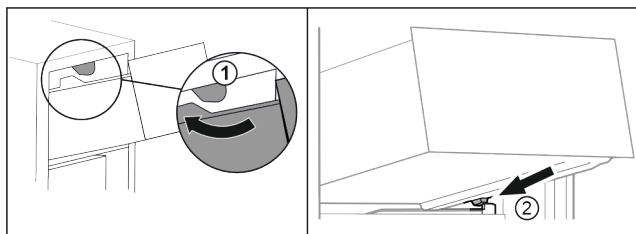

Fig. 89
- ▶ Ved'te zásuvku podél horních zarážek. Fig. 89 (1)
- ▶ Nasad'te zásuvku šikmo za dolní zarážky na žebrování na nádoby. Fig. 89 (2)